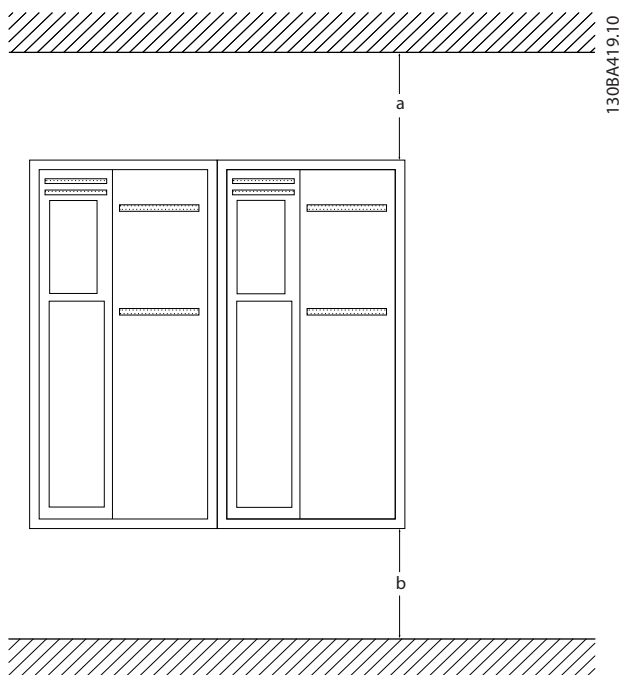

Рисунок 2.1 Свободное пространство для охлаждения верхней и нижней части устройства
- В верхней и нижней части преобразователя следует оставить доступ воздуху для охлаждения. Обычно зазор должен составлять 100–225 мм. См. Рисунок 2.1 с параметрами требуемых зазоров.